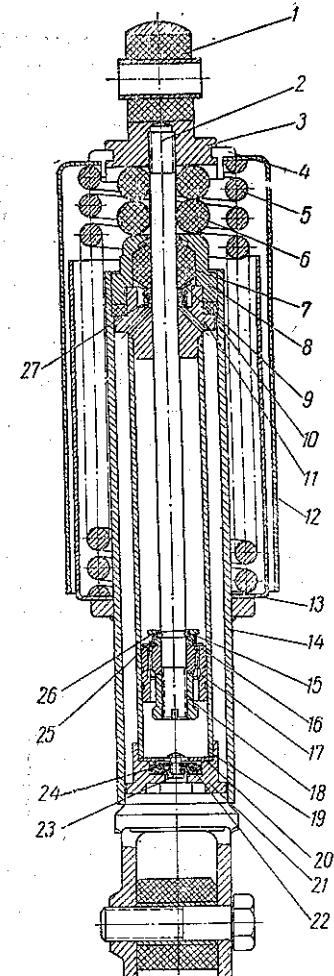

Рис. 20. Устройство амортизатора:
лические амортизаторы мотоцикла представляют собой легко-съемные и взаимозаменяемые узлы. Устройство амортизаторов показано на рис. 20. Полный ход амортизаторов составляет 75—87 мм (разница между свободной длиной и длиной в сжатом состоянии, когда буфера 6 сжаты приблизительно на 25%).
1) нажав на верхний кожух, опустить его на 5—10 мм и снять освободившиеся при этом сухари 4 (см. рис. 20). Если сухари в канавке наконечника ходят туго, их можно раздвинуть отверткой при отжатом кожухе. После этого верхний кожух, пружина 5 и нижний кожух легко снимаются;
1. Шток собирать в последовательности, обратной разборке («Разборка амортизаторов», п. 4). Стопорное кольцо 15 (см. рис. 20) перед посадкой упора 16 обжать по канавке штока, после чего оно должно полностью входить в выточку упора. При завинчивании гайки 18 необходимо следить за тем, чтобы клапан 26 не был зажат между поршнем и упором (если клапан был сильно зажат, то его обязательно нужно заменить, поскольку нарушена его плоскость).